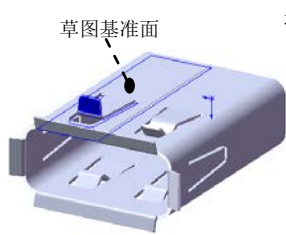
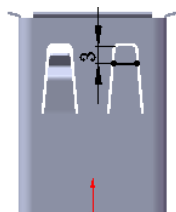

图 10.63 绘制的折弯 10
图 10.65 横断面草图
Step20. 创建图 10.63 所示的钣金特征——绘制的折弯 10。
(1) 选择下拉菜单 **插入(I)** → **钣金(B)** →  **绘制的折弯(S)...** 命令。
(2) 定义横断面草图。选取图 10.63 所示的模型表面为草图基准面, 绘制图 10.65 所示的横断面草图。